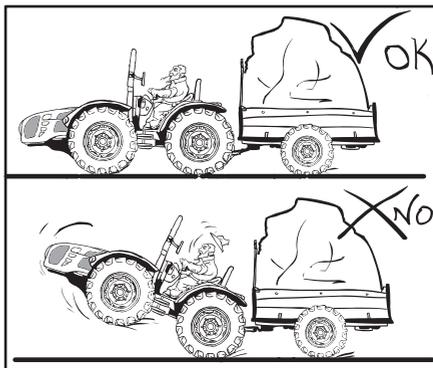

Fig. 2.21
- Remorquez uniquement à partir de la barre de remorquage. Le remorquage à partir d'un point autre que celui-ci peut provoquer le renversement du tracteur (Fig. 2.21).